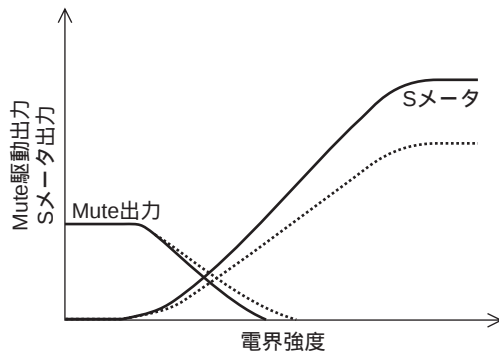

図24 R10可変時
- ・ 10ピン外付け抵抗値 (内部抵抗 $15k\Omega$ との並列)によるSメータ傾斜変更 (図24)。